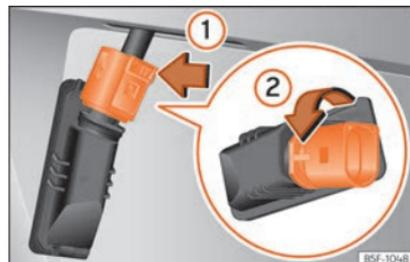

Fig. 64 Luz de matrícula: desmontar o porta-lâmpadas.
- Pressionar sobre o bloqueio do conector no sentido da seta »» Fig. 64 ① e extrair o conector.
- Girar o porta-lâmpadas no sentido da seta »» Fig. 64 ② e extrair juntamente com a lâmpada.
- Encaixar o porta-lâmpadas na luz da matrícula e girar até ao limite no sentido contrário ao da seta »» Fig. 64 ②.